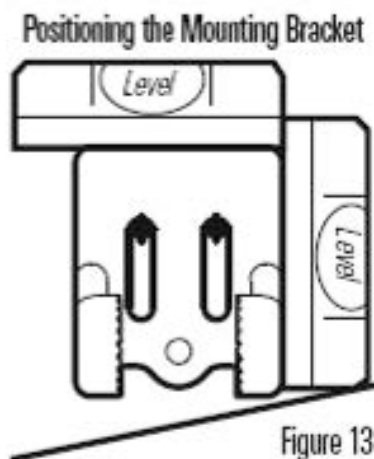
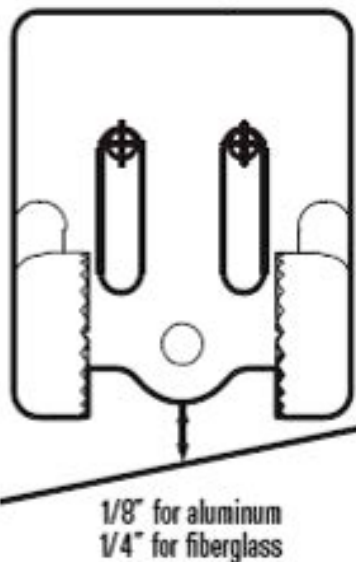

Figure 13
Figure 14
2. Придерживайте крепежный кронштейн на транце в выбранном Вами месте (Рисунок 13). Выровняйте его горизонтально с помощью уровня, убедитесь, что кронштейн не высовывается за дно корпуса и имеется как минимум $\frac{1}{4}$ " (6мм) свободного пространства на лодках из стекловолокна и $\frac{1}{8}$ " (3мм) на алюминиевых лодках (рисунок 14).